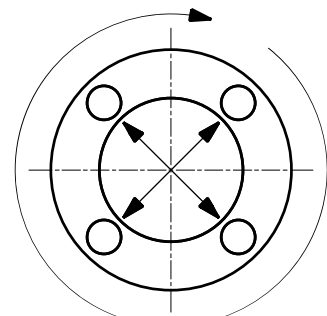

図 5.1-2
- 5) トルクレンチを使って徐々に「表 5.1-2 フランジ締め規定トルク値」まで対角線上に締め付けます。（図 5.1-2）
- 6) さらに時計回りに「表 5.1-2 フランジ締め規定トルク値」で 2 周以上締め付けます。（図 5.1-2）